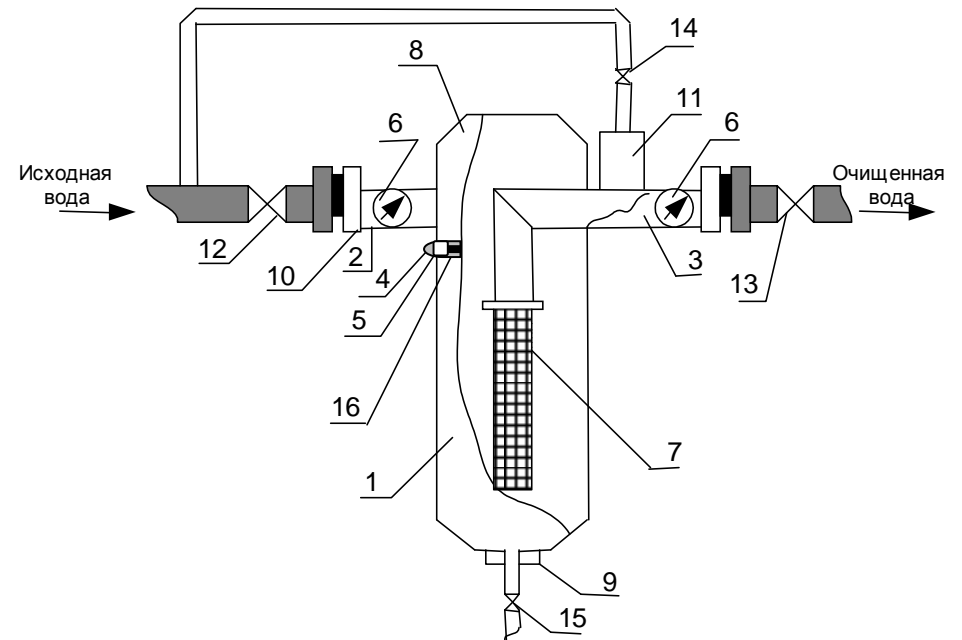

Рис.1
Конструкция фильтров типа WM представлена на рис.1
Фильтр монтируется на трубопроводе в вертикальном положении. При монтаже следует предусмотреть возможность доступа к фильтру для последующего его обслуживания. Монтаж фильтра на трубопроводе осуществляется в соответствии с рис.1
Фильтр следует смонтировать в соответствии с монтажной схемой (см. рис.1), присоединив его к трубопроводу с помощью разъемных фланцевых соединений. Фланцы имеют по 4 отверстия под болты или шпильки с резьбой М16. Между фланцами фильтра и трубопровода должна быть установлена резиновая прокладка. Через кран (15) фильтр соединяется с канализацией. Воду на промывку следует отбирать либо, как это показано на схеме, из трубопровода исходной воды, либо, если вода очень загрязнена, из отдельной магистрали.